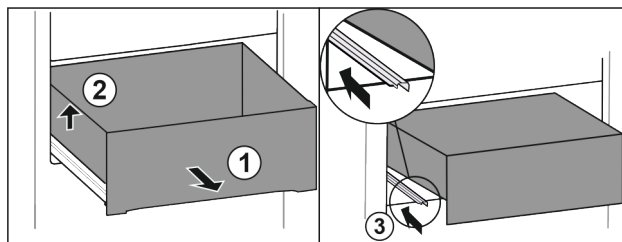

Fig. 113
- ▶ Izvadite ladicu do graničnika. Fig. 113 (1)
- ▶ Podignite ladicu lijevo. Fig. 113 (2)
- ▶ Gurnite lijevu vodilicu. Fig. 113 (3)